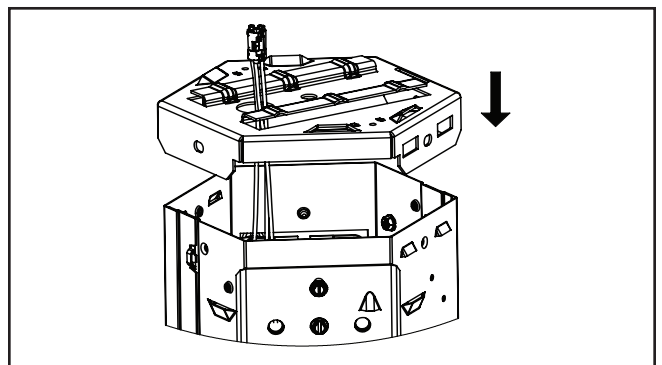

Figura 3.
3. Una el alojamiento superior TCB con la luminaria y pase los cables a través de él. (Figura 3.)